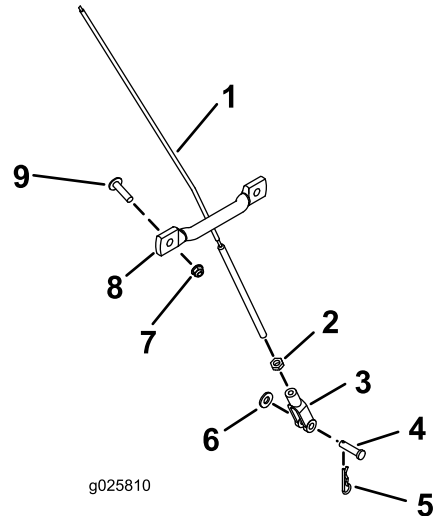

Figure 12
8. Avec les vis à tête bombée (1/4 x 1 po) et les écrous à embase dentelée (1/4 po), fixez les guides-câbles sur les côtés gauche et droit de la trémie (Figure 12).
11. Installez les écrous de blocage (1/4 po) et les chapes au bas des câbles (Figure 12).
12. Fixez les câbles aux supports du cadre au moyen des axes de chape (1/4 x 1 po), des rondelles (1/4 po) et des goupilles fendues (1/4 po), comme montré à la Figure 12.